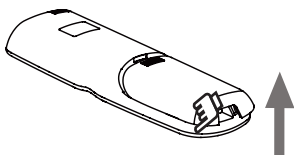

Рисунок 2.7
2) Поднимите крышку батарейного отсека за ее левый нижний край, чтобы открыть отсек (см. Рис. 2.7);